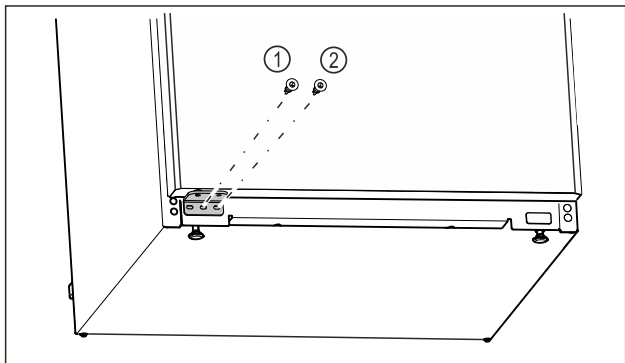

Fig. 22
- ▶ Затягніть середній гвинт опорного кронштейна Fig. 22 (1) за допомогою викрутки Torx 20.
- ▶ Затягніть внутрішній гвинт опорного кронштейна Fig. 22 (2) за допомогою викрутки Torx 20.